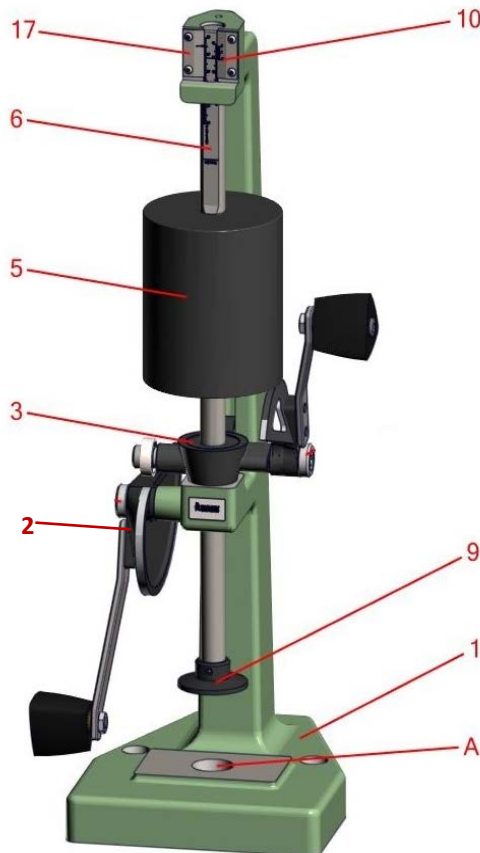

Abb. 1: Rammapparat – Hauptelemente
Der Rammapparat (Abb. 1) besteht aus dem Gestell (Pos. 1), Hauptexzenterkrubel (Pos. 4) und Hilfsexzenterkurbel (Pos. 2) aus hochfestem Gusseisen. Alle anderen Bauteile sind aus gehärtetem Stahl mit Rostschutzbeschichtung zum Schutz in dem korrosiven Laborumfeld.
2. Beim Aufstellen ist darauf zu achten, dass Fundament und oberer Flansch waagrecht zueinander liegen. jegliche Neigung überträgt sich auf das Gestell, das Gerät und dessen Rammstempel (Abb.1, Pos. 6). Mittels Unterlegscheiben Höhe ausgleichen bzw. waagrecht ausrichten und mittels Ankerschrauben Fundamentplatte fest mit dem Boden verbinden.
5. Rammstempel schmieren (Abb. 1, Pos. 6). Schmiermittel: Leichtöl (SAE 10). Überschüssiges Öl mittels saugfähigen Tuchs aufnehmen. Der Rammstempel sollte so geschmiert sein, dass alle beweglichen Teile leicht gleiten können. Sicherstellen, dass der Rammapparat immer im vorgeschriebenen Zustand ist.
6. Hauptexzenterkurbel (Abb. 1, Pos. 4) niemals ohne gefülltem Prüfkörperrohr betätigen. Sicherstellen, dass der Rammstempel mit dem Fallkörper (Abb. 1, Pos. 5) schlaglos aufsetzt bzw. entstehende Schwingungen vom Rahmen bzw. Gestell (Abb. 1, Pos. 1) aufgefangen werden und der Aufbau sich nicht "verschiebt".
Der Rammapparat hat 4 Messskalen. 2 Messskalen sitzen am Rahmen, wobei eine der beiden Skalen sich auf einen 2 Zoll AFS-Normprüfkörper und die andere auf einen metrischen 50 mm Normprüf-körper bezieht. Die metrische Skala sitzt links (Abb. 1, Pos. 17). Die andere Vernier Skala (Prüfkörperhöhe) sitzt rechts (Abb. 1, Pos. 10). Die beiden anderen Skalen sitzen unmittelbar an der Rammstem- pelkante (Abb.1, Pos. 6) und erfassen die Verdichtung (links) und Prüfkörperhöhe (rechts).
5. Das Prüfkörperrohr mit Rammuntersatz vorsichtig zum Rammapparat (Abb. 1, Pos. A) führen und dort in die Aufnahme setzen.
6. Die Hilfsexzenterkurbel (Abb. 1, Pos. 2) langsam drehen, um den Rammstempel (Abb. 1, Pos. 6) zu senken und die Rammstempelunterseite (Abb. 1, Pos. 9) auf den Sand im Prüfkörperrohr vorsichtig aufzusetzen. Die Hauptexzenterkurbel (Abb. 1, Pos. 4) betätigen und drei Rammschläge mit dem Fallkörper ausführen. 1 komplette Umdrehung entspricht einem Rammschlag bzw. Fallkörperbewegung.
7. Messwert von der Skala (2 Zoll oder 50 mm Teilstrich) links auf der Vernier Skala ablesen (Abb. 1. Pos. 17) und den entsprechenden Verdichtungswert links an der unteren Rammstempelkante (Abb. 1, Pos. 6) ablesen.
8. Die Hilfsexzenterkurbel (Abb. 1, Pos. 2) langsam drehen, um den Rammstempel (Abb. 1, Pos. 6) zu senken und die Rammstempelunterseite (Abb. 1, Pos. 9) auf den Sand im Prüfkörperrohr vorsichtig aufzusetzen. Hauptexzenterkurbel (Abb. 1, Pos. 4) langsam betätigen (drehen) und drei Rammschläge ausüben. (entspricht drei Exzenterkurbelumdrehungen).
3. Bevor die Hilfsexzenterkurbel (Abb.1, Pos. 2) gedreht wird, um den Rammstempelfuß (Abb.1, Pos. 9) - vom Prüfkörperrohr weg - hoch zu fahren, die Prüfkörperhöhe mit Hilfe der Vernier Skala für die Gewichtsbestimmung möglichst nah am $1/128"$ (0.1 mm) Teilstrich ablesen. Hierzu werden die zwei am nächsten zueinander liegende Teilstriche zwischen oberer rechten und unteren rechten Vernier Skala am Stempel übereinstimmend eingestellt. Siehe Darstellung. Teilstrichzahl schriftlich festhalten.